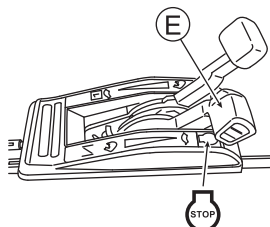

Abb. 20
6. Um die Mäharbeit zwischendurch zu unterbrechen oder zu beenden, stellen Sie den Kupplungshebel (B) und Klingenhebel (C) zurück und anschließend den Gashebel (E) auf "STOP", um den Motor abzustellen. (Siehe Abb. 20)